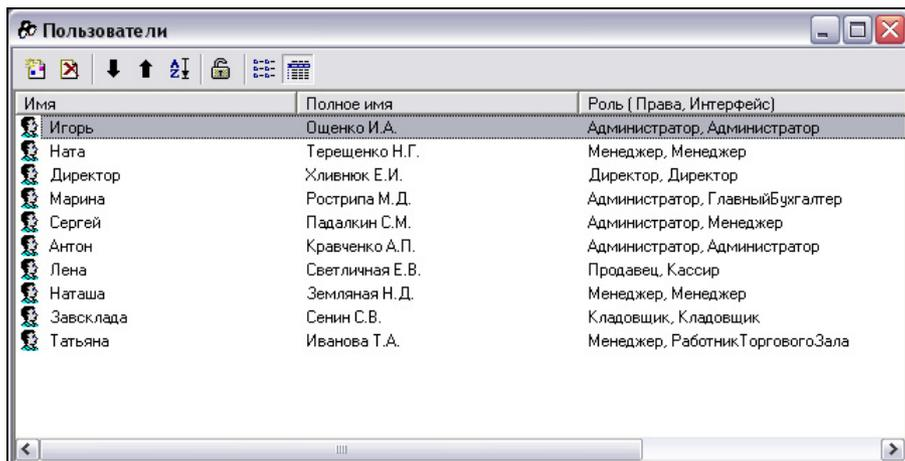

Рис. 5.60. Так может выглядеть список пользователей системы
Для того чтобы увидеть список пользователей, зарегистрированных в системе, нужно войти в режим **Конфигуратор** и нажать кнопку **Пользователи** (с изображением человеческой головы) на панели инструментов (рис. 5.60).
1. Кнопкой **Пользователи** открываем список учетных записей пользователей (см. выше рис. 5.60).